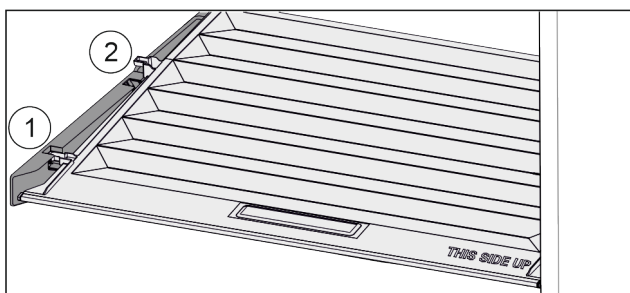

Fig. 116
- ▶ Deckel bis zur Öffnung in den Halteteilen nach vorne ziehen Fig. 116 (1).
- ▶ Hinten von unten anheben und nach oben wegnehmen Fig. 116 (2).